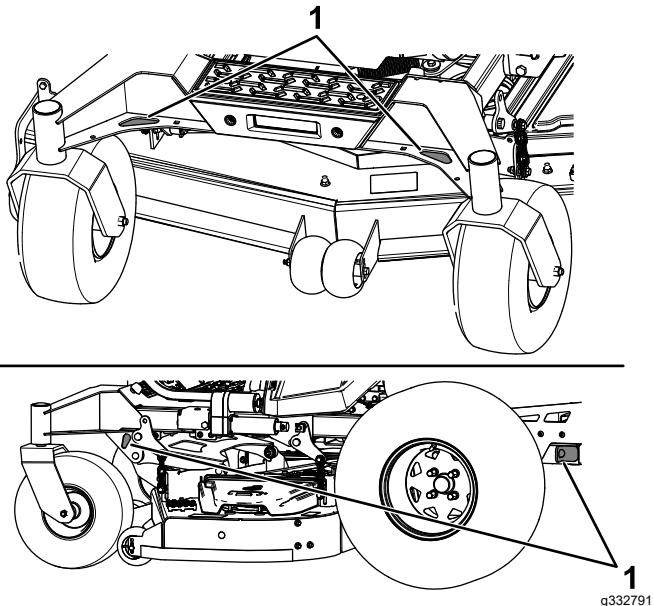

Figura 40
6. Ancorate la macchina in prossimità delle ruote orientabili anteriori e del telaio posteriore con cinghie, catene, cavi o corde (Figura 40). Fate riferimento ai regolamenti locali per i requisiti di ancoraggio.